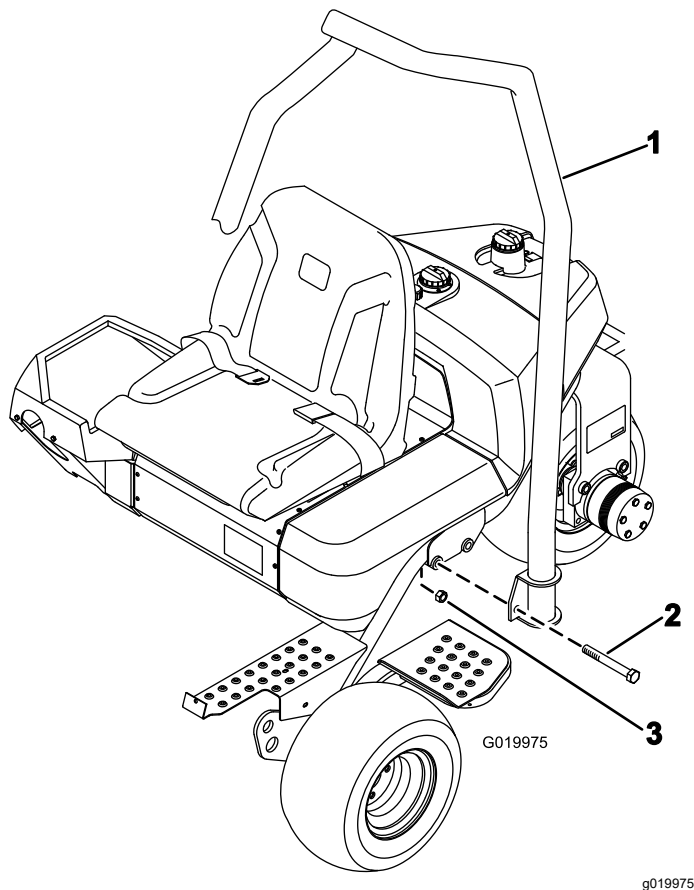

Bild 4
1. Positionieren Sie den Überrollbügel so, dass die Oberseite des Rohrs zur Vorderseite der Maschine gekrümmt ist (Bild 4).
2. Senken Sie den Überrollbügel auf den Rahmen ab und fluchten ihn mit den Befestigungslöchern aus (Bild 4).
3. Befestigen Sie jede Seite des Überrollbügels mit zwei Schrauben ($\frac{5}{8}$ " x $4\frac{1}{2}$ ") und Sicherungsmuttern am Rahmen, wie in Bild 4 abgebildet.